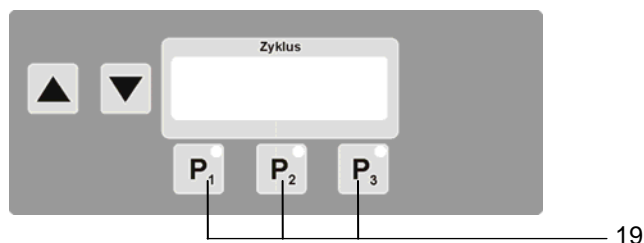

Bild 8: Programmtasten am Bedienfeld
Der Dampfsterilisator VARIOKLAV Typ 65 TC ist mit Sterilisier-, Wartungs- und zusätzlichen Testprogrammen ausgestattet. Die drei Programmtasten (19) am Bedienfeld (6) (siehe Bild 8) sind komplett mit festen Programmabläufen vorbelegt. Das bedeutet, dass zusätzlich zum festgelegten Verfahrensablauf auch Sterilisiertemperatur, Sterilisierzeit und bestimmte Optionen für ein Sterilisiergut vorgewählt sind.